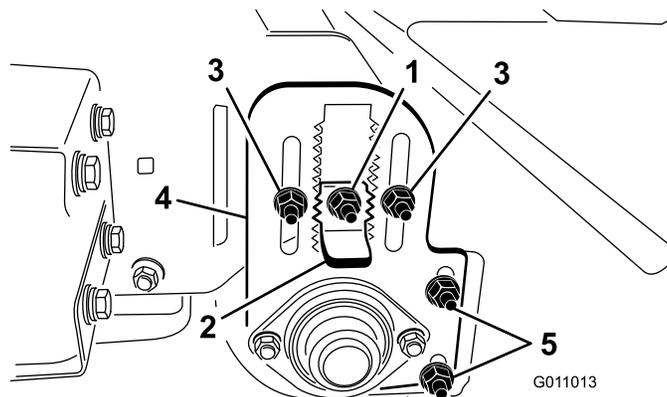

図 20
3. 高さ調整キー 図 20 についているロックナットをゆるめて、キーを 13mm 程度引き出せるようにする。
4. ローラの高さ調整用ロックナットをゆるめる 図 20。
5. 高さ調整キーを引き出し、ローラの高さ調整プレートを動かして後ローラを適当な高さに調整する 図 20。
ローラスクレーパ 図 20 とローラとの間に 2mm の隙間ができるように調整してください。ローラスク